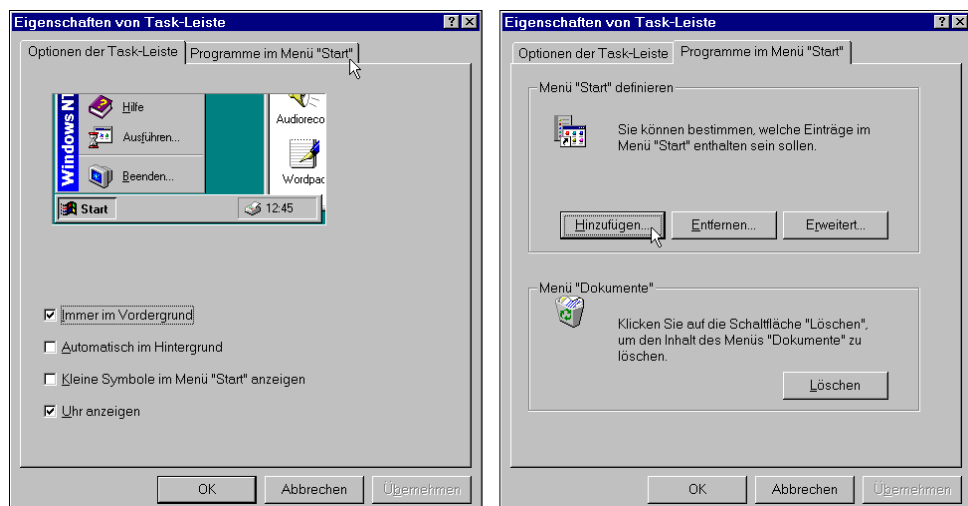

Abbildung 2-4
2. Karteikarte **Programme im Menü "Start"** anklicken (Abbildung 2-4).
3. **Hinzufügen** auf der Karteikarte *Programme im Menü "Start"* anklicken (Abbildung 2-4).